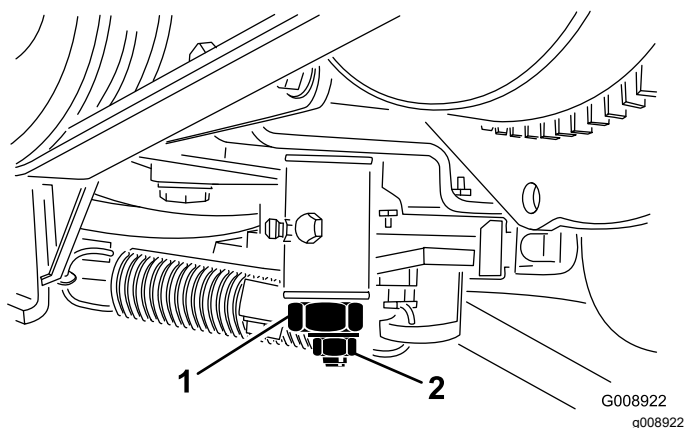

Figura 55
4. Afloje la contratuerca de la leva de ajuste de tracción (Figura 55).